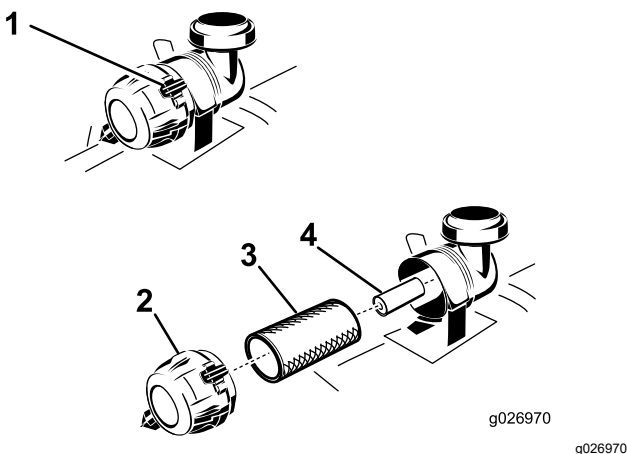

Figure 37
4. Ouvrez les attaches du filtre à air et détachez le couvercle du boîtier du filtre (Figure 37).
6. Sortez le préfiltre du boîtier du filtre avec précaution (Figure 37).
2. Si vous remplacez l'élément intérieur, insérez-le avec précaution dans le boîtier du filtre (Figure 37).
3. Placez ensuite le préfiltre sur l'élément de sécurité avec le même soin (Figure 37).
4. Montez le couvercle, reniflard en bas, et tournez-le pour que les attaches verrouillent le couvercle en place (Figure 37).